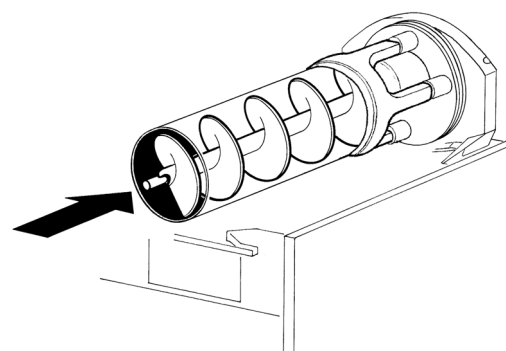

figura 14
- 5 Inserire l'elica interna nell'evaporatore facendo attenzione ad accompagnarla fino in fondo ed evitando di farle urtare la parete posteriore (vedere figura 14).